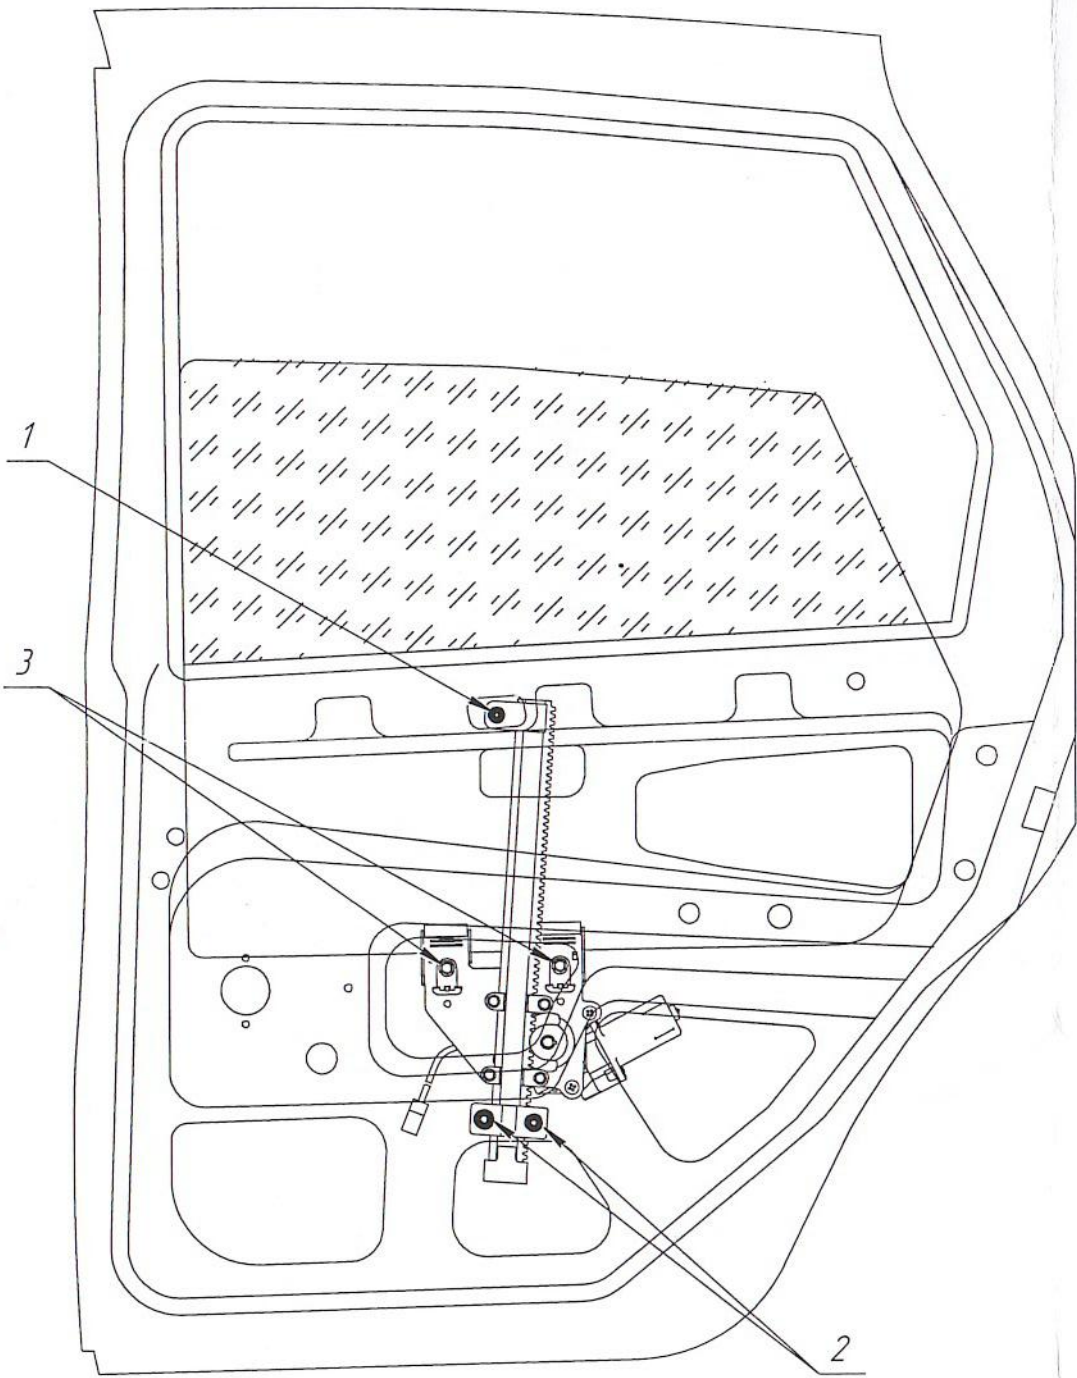

Рис. 3
6.6.3 Ввести ЭСП в полость двери, совместить болты крепления направляющей ЭСП с соответствующими отверстиями внутренней панели двери и гайками М6 с гроверными шайбами окончательно закрепить направляющую (см. п.1 и 2 рис. 3).
6.6.4 Опустив стекло совместить его с зажимами, прижать стекло к вертикальному уплотнителю оконного проёма и окончательно закрепить винтами (см. п. 3 рис. 3).